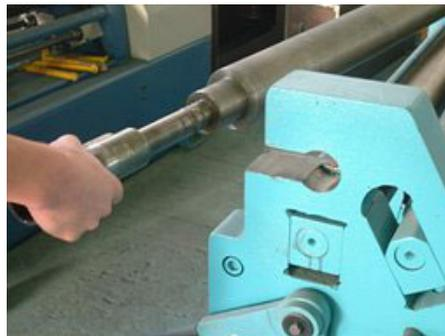

Abb. 22: Oberwalze schwenken
Schritt 4: Oberwalze schwenken (Abb. 22).